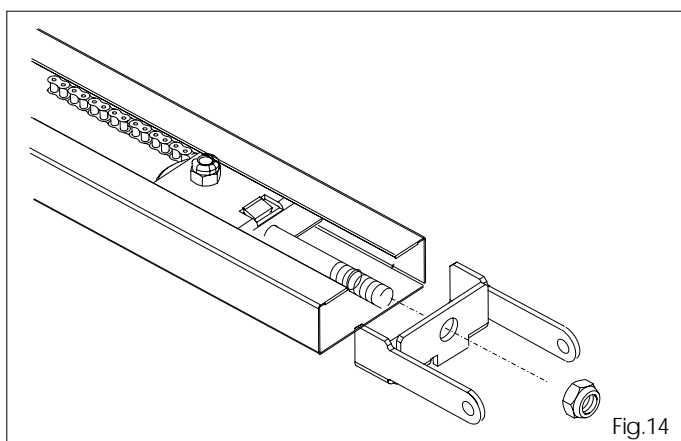

Fig.14
5.10 Introduire la bride dans le guide de coulissement et bloquer au moyen de l'écrou spécifique (fig.14).